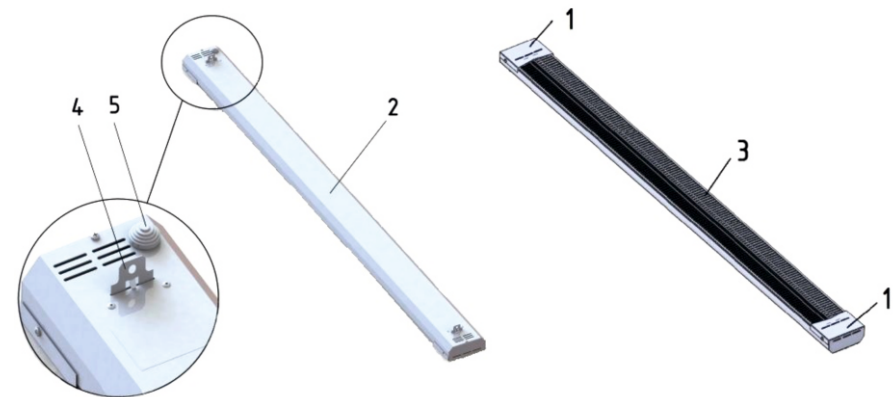

Рис. 1. Устройство инфракрасного обогревателя
Несущая конструкция (см. рис. 1) состоит из стального корпуса (поз. 2) (оцинкованного либо окрашенного), алюминиевой анодированной излучающей панели с ТЭНом, закрепленной в ней (поз.3) и крышек (поз. 1). С оборотной стороны корпуса установлен кабельный ввод - сальник (поз. 5). Для монтажа обогревателя к потолку имеется два элемента подвеса (поз.4).
- ✓ Для монтажа инфракрасного обогревателя имеются элементы подвеса (рис.1 поз.4)